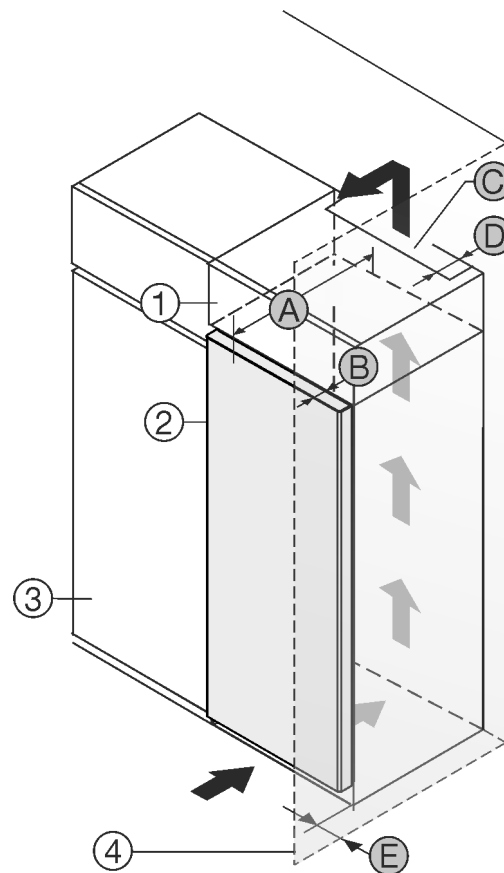

Fig. 1
- (1) Overskab \*
- (2) Apparat \*
- (3) Køkkenskab \*
- (4) Væg \*
- (A) Apparatdybde \*
- (B) Dørens dybde \*
- (C) Ventilationstværsnit \*
- (D) Afstand, apparatets bagside \*
- (E) Afstand til apparatets side \*
Du kan opstille apparatet direkte ved siden af køkkenskabet Fig. 1 (3).\*
På bagsiden af overskabet skal der være en ventilationskanal med dybden Fig. 1 (D) over hele overskabets bredde.\*
Ventilationstværsnittet Fig. 1 (C) under rummets loft skal overholdes.\*
Hvis apparatet opstilles med hængslerne ved siden af en væg Fig. 1 (4), skal afstanden mellem apparatet og væggen være mindst 13 mm.\*
For at døren kan åbnes helt, skal apparatet rage frem med dørens dybde Fig. 1 (B) i forhold til køkkenskabets forside. Apparatet kan rage mere ud afhængigt af køkkenskabenes Fig. 1 (3) dybde og anvendelsen af vægafstandsholdere.\*